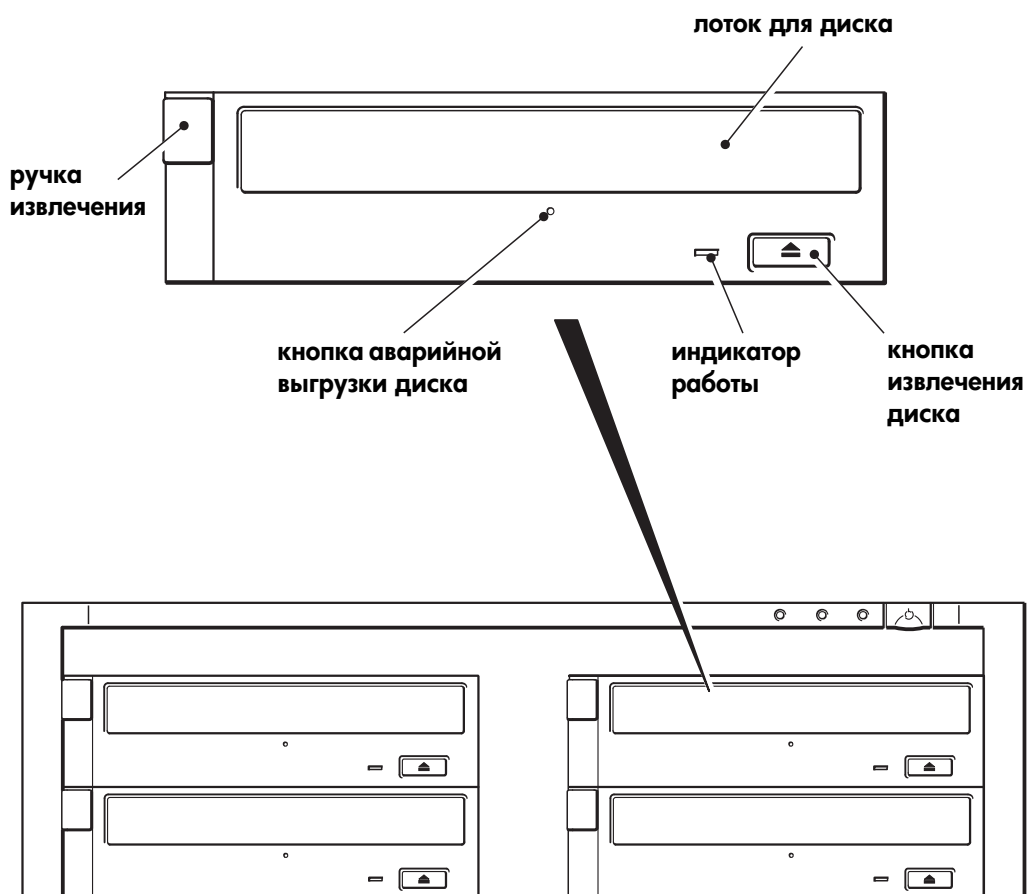

Рис. 3. Органы управления и индикаторы накопителя DVD+RW
На лицевой панели расположен индикатор работы накопителя (см. Рис. 3).
- 2 Найдите небольшое отверстие, расположенное под загрузочным лотком (см. Рис. 3 на стр. 10).